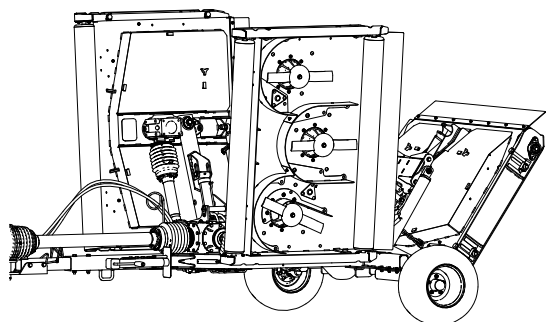

Figure 69
2. Levez les plateaux de coupe et verrouillez-les en position, puis coupez le moteur et enlevez la clé (Figure 69).